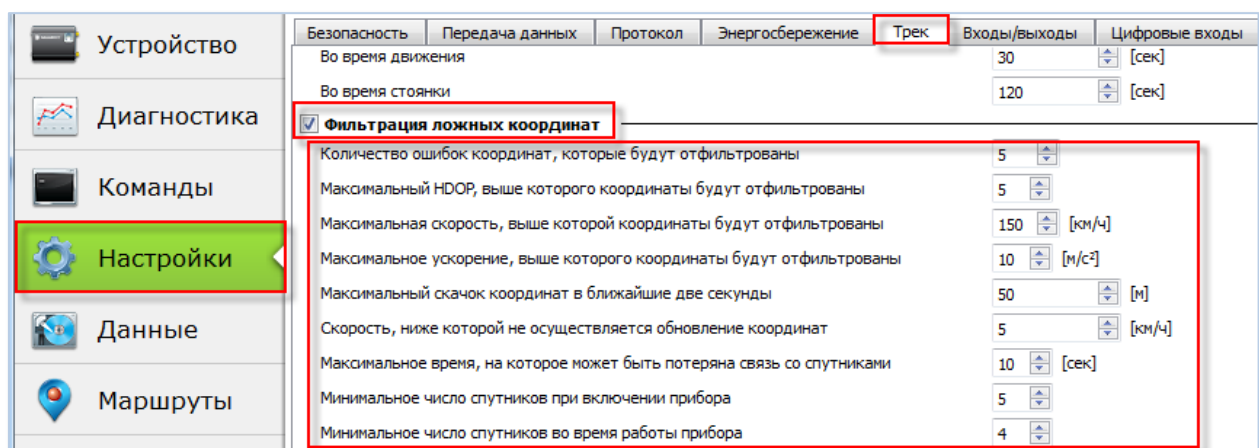

Рисунок 13. Настройка фильтрации ложных координат
1. В Конфигураторе перейдите на вкладку «Настройки» -> «Трек» (рис. 13);